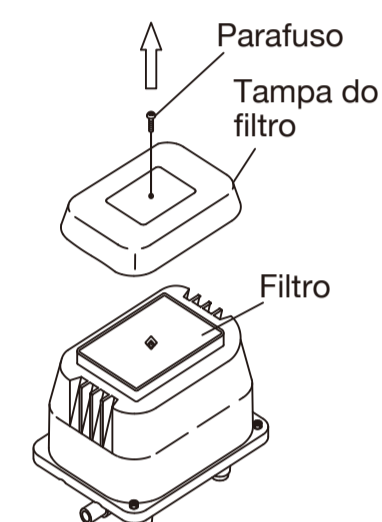

Figura 2
- Retire a tampa do filtro. (Figura 2) Segure ambas as extremidades e puxe para cima. => Tenha cuidado ao remover a tampa do filtro, dado que objetos estranhos ou pó podem cair. Pó de areia relativamente pesado não cairá para o filtro, mas irá cair na carcaça traseira.